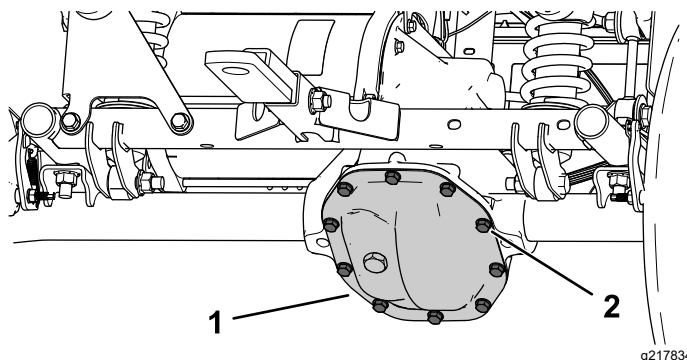

Figure 55
1. Placez un bac de vidange sous la protection de la boîte-pont (Figure 55).
2. Retirez les boulons de la protection de la boîte-pont moteur et vidangez tout le liquide (Figure 55).